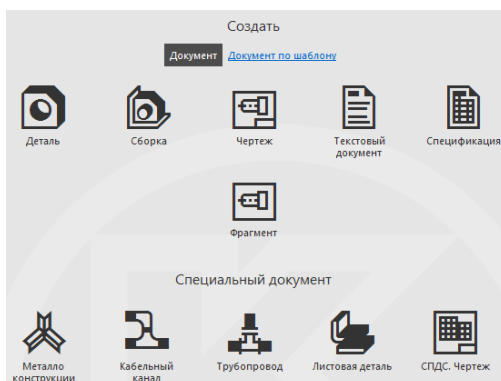

Рисунок 9.1 - Интерфейс системы в документе Создать
- создать новый документ → Деталь  (рисунок 9.1).